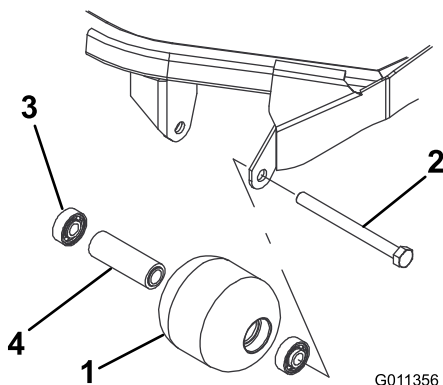

Figura 100
1. Rimuovete il bullone di montaggio del rullo (Figura 100).
distanziale del cuscinetto del rullo (Figura 100). Sostituite i componenti danneggiati e procedete con il montaggio.
1. Montate il primo cuscinetto premendolo nell'alloggiamento all'interno del rullo (Figura 100). Premete soltanto sulla pista esterna o, in misura uguale, sulla pista interna ed esterna.
2. Inserite il distanziale (Figura 100).
3. Spingete il secondo cuscinetto nell'alloggiamento all'interno del rullo (Figura 100), premendo in misura uguale sulla pista interna ed esterna, fino a quando la prima pista non tocca il distanziale.